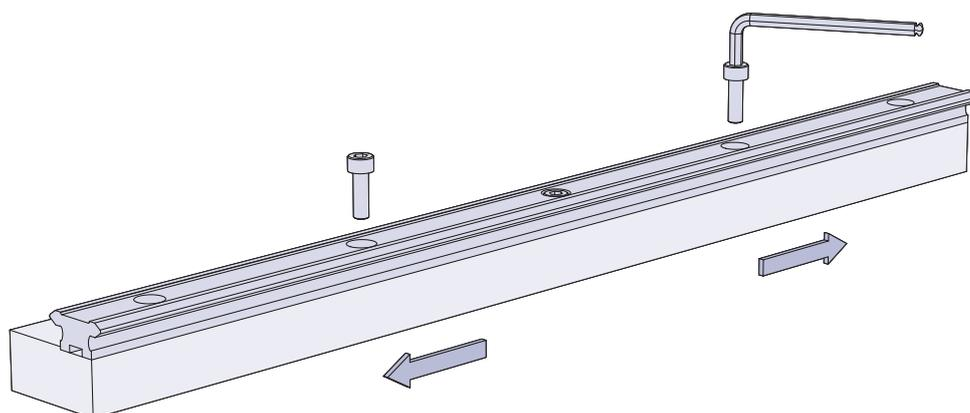

図2.1 締め付け手順
- 2.1 図2.1に示すようにボルトの締め付けは直線レールの中央から始めて外側に向かって行うことをお勧めします。